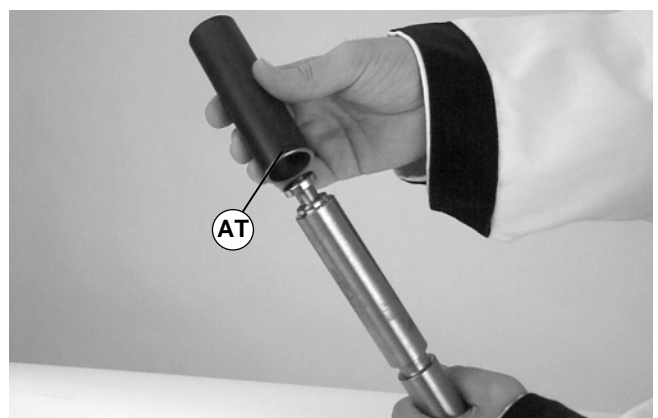

Abbildung 39
3. Die Werkzeughülse (Teilnr. 450282) (AT siehe Abbildung 39) über das Lager schieben.